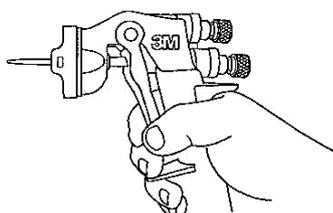

Рис. 2
1. Нажмите курок и удерживайте. (рис.2)